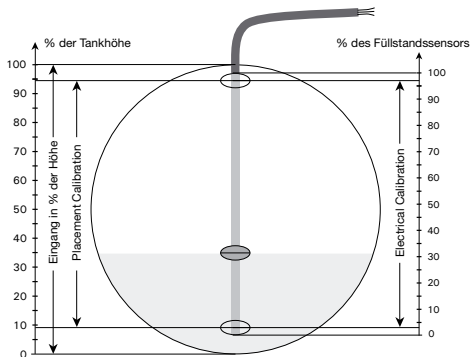

Abbildung 1, Querschnitt durch einen horizontalen zylindrischen Tank
Die folgende Beschreibung der Konfiguration mit einem Potentiometereingang beruht auf Abbildung 1. Beachten Sie bitte, dass die PRelevel-Software nur in der englischsprachigen Version vorliegt. Die Menütexte sind daher hier so angegeben, wie sie auf dem Bildschirm erscheinen. Wählen Sie zunächst die Registerkarte **[Input]**:
**[Electrical Calibration]** Geben Sie den Bereich, der vom angeschlossenen Potentiometer erkannt werden soll, ein oder lassen Sie PRelevel den verfügbaren Bereich messen. Der Messumformer muss an die Kommunikationsschnittstelle angeschlossen werden, bevor die Werte gemessen werden können. Die Werte gemäß Abbildung 1 sind 'Low' = 3% und 'High' = 97%.
**[Placement Calibration]** Geben Sie die Positionen der 'Low'- und 'High'-Punkte der elektrischen Kalibrierung des Füllstandssensors im Verhältnis zur Höhe des Tanks ein. Diese Werte werden für die Berechnung der linearisierten Werte verwendet und für die Berechnung von 0% und 100% der Höhe. Die entsprechenden Werte in Abbildung 1 sind 'Low' = 9% und 'High' = 94%.
**[Input]** Geben Sie die gewünschte Eingangsspanne im Verhältnis zur Höhe ein. Wenn die Werte für 'Low' und 'High' zu 0% bzw. 100% gewählt werden, kann der Eingangswert aufgrund der Geometrie und der Montage des Füllstandssensors nie unter 9% oder über 94% gehen; der Ausgangswert verändert sich dann demgemäß nur zwischen 5,44 und 19,04 mA. Die Werte in Abbildung 1 sind 'Low' = 0% und 'High' = 100%.